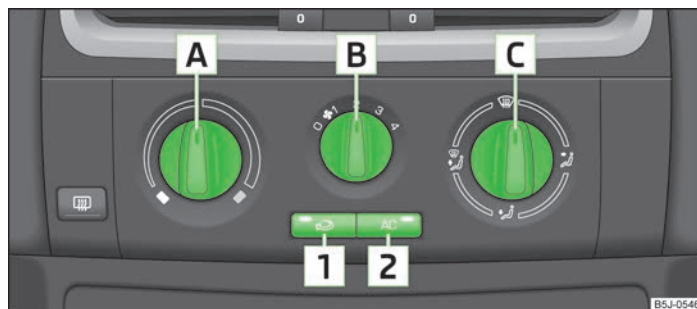

Fig. 79 Sistemul de aer condiționat: Elementele de comandă
Instalația de răcire funcționează numai când tasta **AC** **2** » fig. 79 la pagina 73 este apăsată și se îndeplinesc următoarele condiții:
- › Rotiți regulatorul rotativ **A** » fig. 79 spre dreapta pentru a mări temperatura.
- › Pentru pornirea ventilatorului, rotiți comutatorul ventilatorului **B** » fig. 79 în una din pozițiile de la 1 la 4.
- › Apăsați tasta **1** pentru a opri alimentarea cu aer proaspăt » fig. 79.
- › De la regulatorul pentru distribuția aerului **C** » fig. 79 reglați direcția curentului de aer » pagina 71.
- › Apăsați tasta **AC** **2** » fig. 79, lampa de control din tastă se aprinde.
- Elementele de comandă **A** » fig. 79 la pagina 73, **B**, **C** și tastele **1** și **2**.
» Apăsați tasta  **1** » fig. 79 la pagina 73, lampa de control din tastă se aprinde.
» Apăsați din nou tasta  **1** » fig. 79 la pagina 73, lampa de control din tastă se stinge.
Dacă regulatorul distribuției de aer **C** » fig. 79 la pagina 73 se rotește în poziția , recircularea aerului se dezactivează automat. Prin apăsarea repetată a tastei  se poate reporni și în această poziție recircularea aerului.